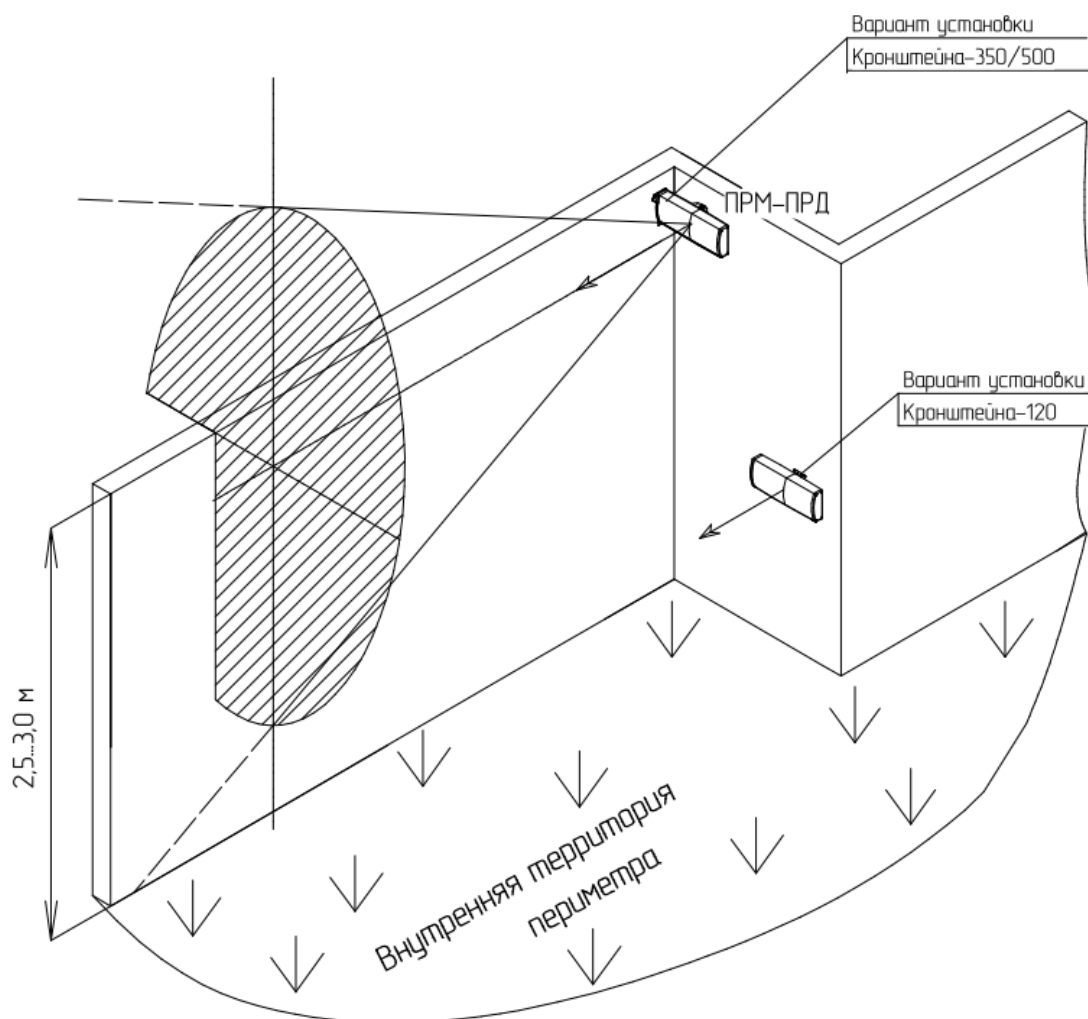

Рисунок 2.4 - Примеры установки извещателя с применением выносных Кронштейнов 500, 350, 120
- КРОНШТЕЙН-120М (вынос 120 мм) рекомендуется применять, если направление излучения блока перпендикулярно плоскости опорной поверхности, или находится в пределах угла ( $90^\circ \pm 40^\circ$ ) (см. рисунок 2.4).